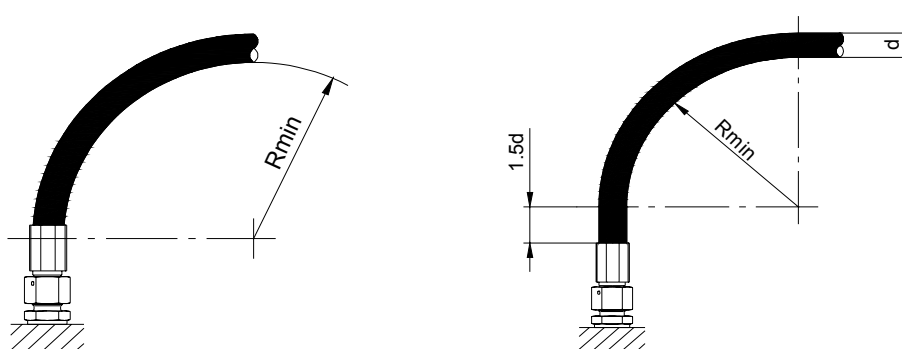

Fig.4 Montaggio errato
4. Se il tubo flessibile deve subire una curvatura la sua lunghezza dev'essere tale da mantenere il raggio di curvatura minimo consentito e da far iniziare la curva solamente dopo una lunghezza pari a $1,5d$. Dove non è possibile seguire tale prescrizione, prevedere una protezione nella zona di piegatura (Fig.4).
If the hose must be bent, its length must be enough to allow the minimum bending radius and to let the bend begin only after a distance $1,5d$ from the fittings. Where it's not possible to follow this instruction, put protections in the bending area (Fig. 4)